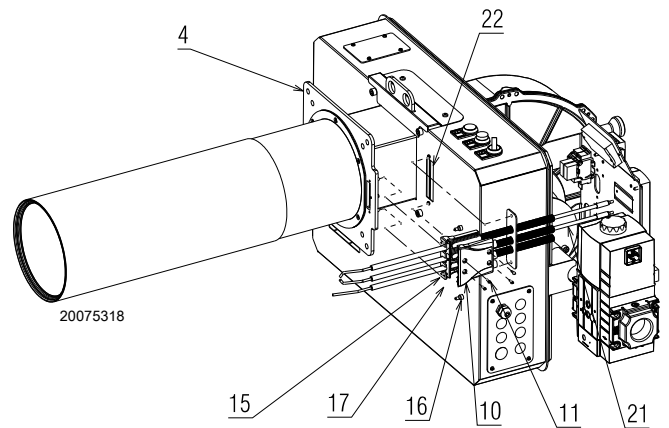
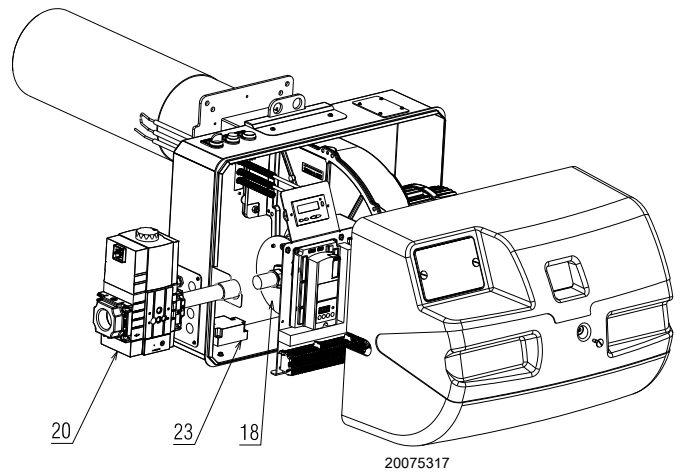

图 18
图 19
按如下步骤安装电极 (图 18) - (图 19):
在将燃烧器安装到锅炉上之前, 需确保探针和电极位置正确, 如图 18 所示。
- 将法兰 4) (图 19) 固定到锅炉钢板上, 并拧紧螺母 4)。在此操作中, 注意不要触碰电极单元。